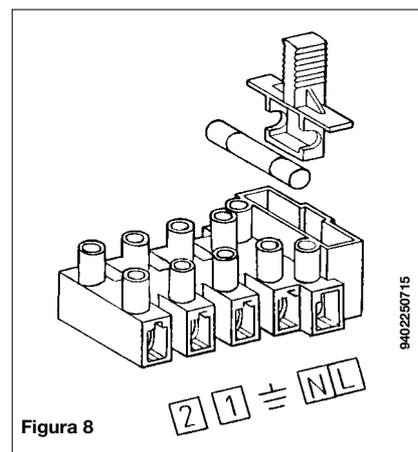

Figura 8
- remover el tapa y acceder a la zona conexiones eléctricas (figura 8).